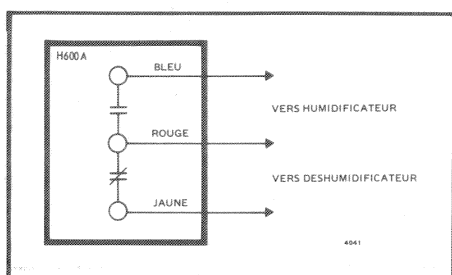

FIG. 5—SCHEMA DE CABLAGE DU H600A.
5. Effectuer le raccordement conformément à la Figure 5.
Effectuer les câblages conformément à la Figure 5.